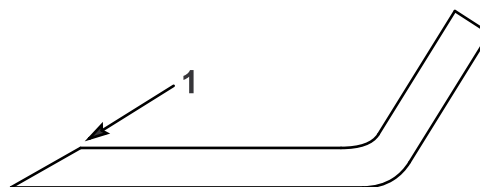

Figura 42
1. Utilice una lima para afilar el filo de corte en ambos extremos de cada cuchilla (Figura 42).